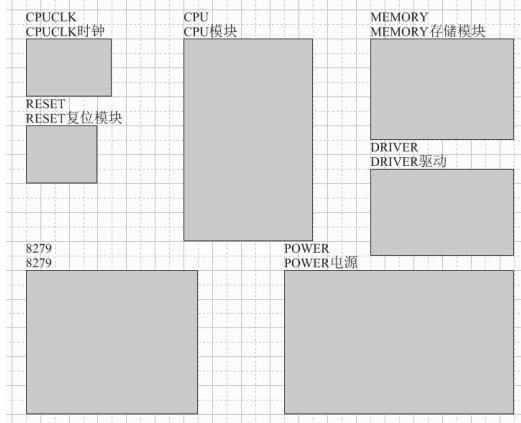

图 5-77 模块方块图
- ① Designator：方块图命名，此处设置举例更改为“CPU”。
- ② File Name：此即模块电路原理图的文件名，此处设置举例更改为“CPU 模块”。
- (3) 执行第(2)步操作，放置同样的方块图，分别命名为“CPUCLK”、“MEMORY”、“RESET”、“8279”、“DRIVER”及“POWER”，如图 5-77 所示。